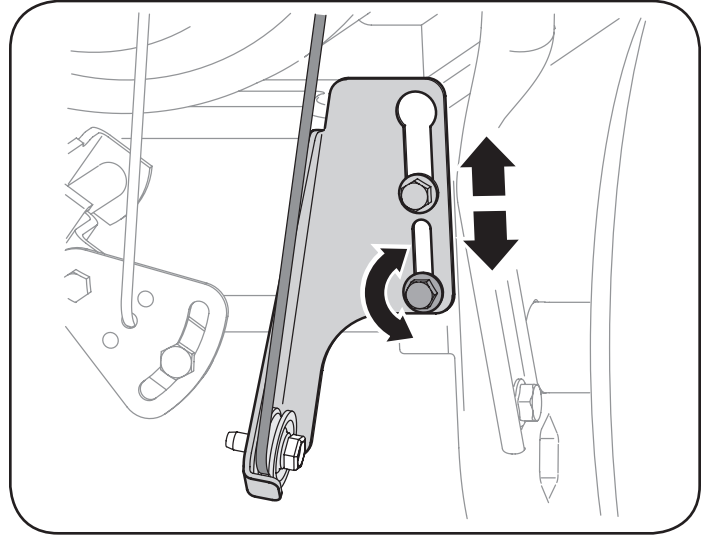

Figura 63
- b. Afloje la tuerca hexagonal inferior del soporte del cable de la transmisión. Vea la Figura 63.